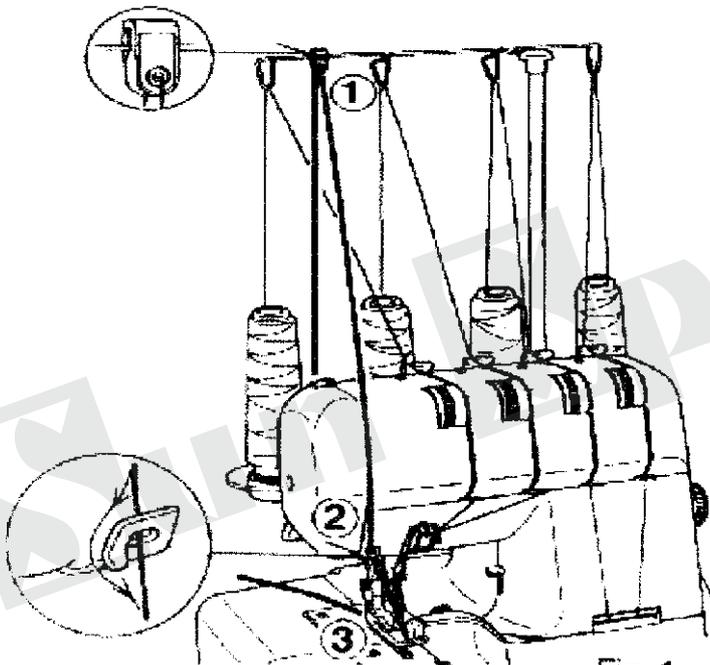

Fig. 1
1. Encaixe a guia de fio destacável em seu conjunto de acessórios sobre a extremidade da guia de linha. (Fig. 1)
2. Coloque um fio "para preencher" (de algodão de crochê, silk, lã, fio tricotado ou elástico de tecido na parte traseira do pino de carretel do equipamento. Passe o fio através das guias de fio (1) e (2), além da guia de linha da agulha esquerda (3). Veja fig. 1